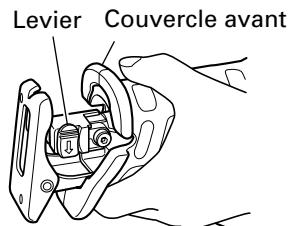

Fig. 2
(1) Allumer puis éteindre l'interrupteur-gâchette plusieurs fois de suite de façon que le levier puisse sortir complètement du couvercle avant. (Fig. 2)
- Ne pas retirer le couvercle avant (voir la Fig. 2). Bien tenir le corps de l'outil par le haut du couvercle avant.